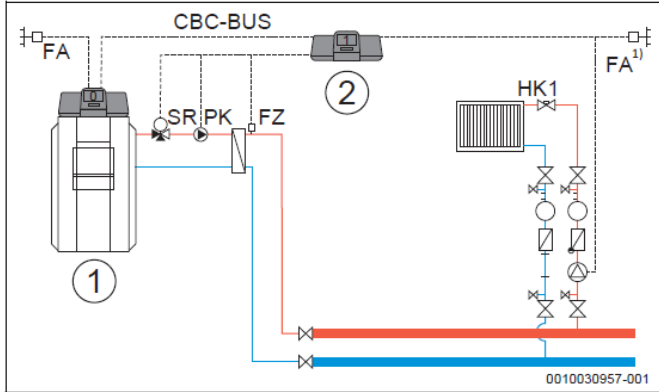

Рис. 17 Варіант 4: Підстанція з Logamatic 5313, з функцією попереднього змішування, компенсацією втрат тепла через датчик FZ, з обмеженням навантаження
- в мережному шинному BUS-каскаді з двох або більше систем керування в кожній системі керування Logamatic 5313 або Logamatic 5311 підстанції (→ Рис. 17 та 18, Варіант 4 та Варіант 5);
- У випадку «Підлегла система (Slave) як Підстанція» для використання «Функції підстанції» вимагається Logamatic 5313 (→ Рис. 17 ... Рис. 19, Варіант 4 ... 6).
Система керування розширення Logamatic 5310 не підтримує бустерну функцію на внутрішньому апаратному рівні. Додаткові функції бустерного насоса в Logamatic 5310 не застосовуються, тому що в системі керування немає датчика FZ. Якщо в поєднанні з Logamatic 5310 потрібна підстанція з бустерним насосом, тоді бустерний насос слід реалізувати через майстер-систему керування (→ Рис. 20, Варіант 7). Альтернативно: щоб реалізувати ці функції в підстанції, можна замість Logamatic 5310 задіяти Logamatic 5313 в якості підстанції (→ Рис. 17 ... 19, Варіант 4 ... 6).
підстанції на Рис. 17 ... Рис. 20 може – на вибір – прийматись від майстер-системи керування або для кожної підстанції може бути використано власний датчик зовнішньої температури. На Рис. 20 датчик зовнішньої температури має бути підключеним до майстер-системи керування.